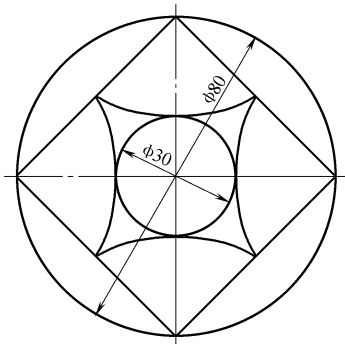

图 2-47 圆弧练习题 1
【例 2-13】 绘制如图 2-47 所示的图形。
5) 绘制其余圆弧。绘制方法同步骤 4), 操作结果如图 2-47 所示。